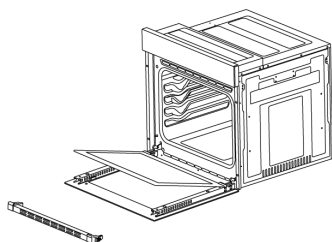

Fig. 3
3. Soulevez la vitre avec précaution et tirez-la vers vous (Fig. 3).